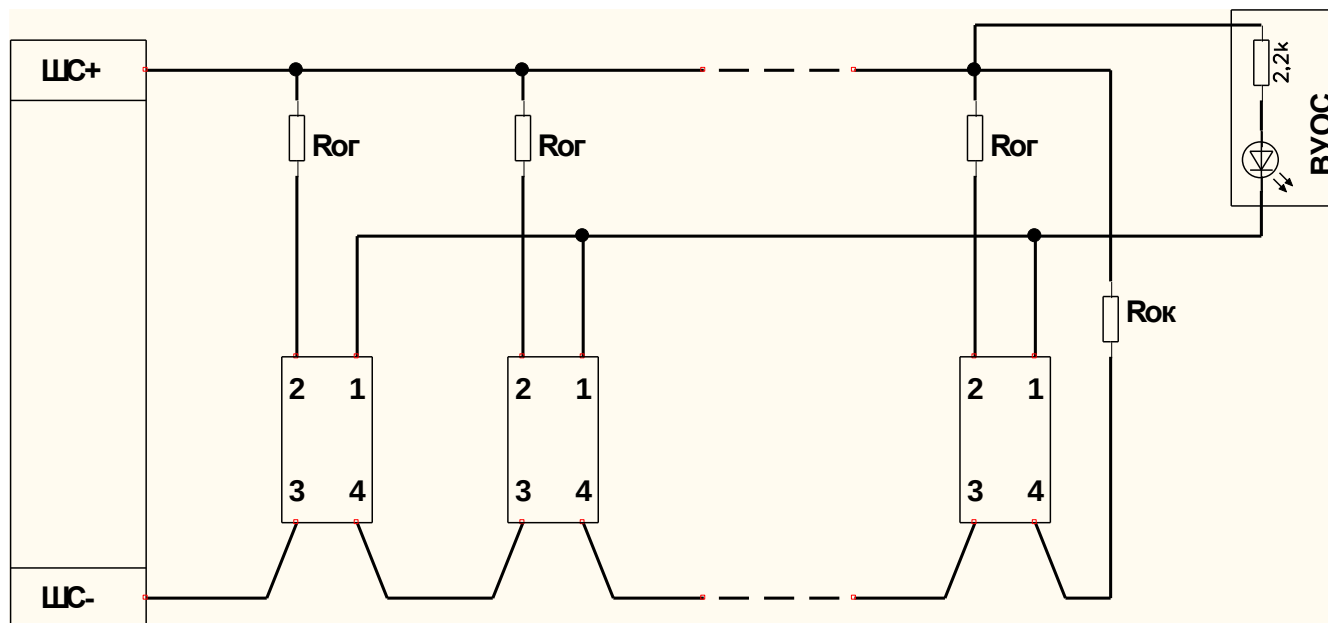

Рис. 4. Схема подключения ВУОС для группы извещателей, включенных в один шлейф.
5.6 Схема вывода группового сигнала ВУОС для извещателей, включенных в один шлейф пожарной сигнализации, приведена на рис. 4.